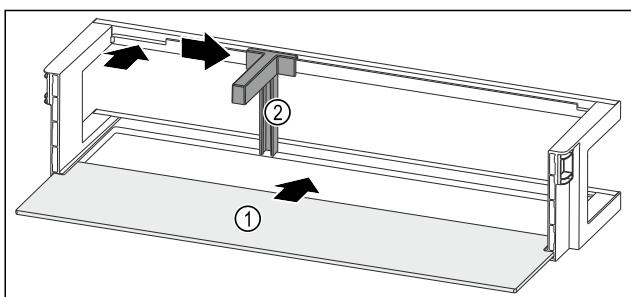

Fig. 136 Лотки на дверцятах з полицею
- ▶ Пусніть полицею Fig. 136 (1) у бічні пази.
- ▶ Вставте тримач пляшок Fig. 136 (2) у паз.
- ▶ Пересуньте тримач пляшок Fig. 136 (2) убік до бажаної позиції.